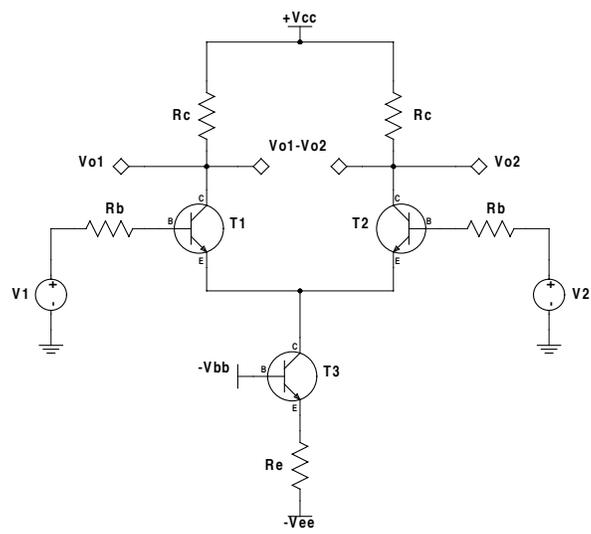

Figura 15: Amplificador diferencial con fuente de corriente.
2. Arme el circuito mostrado en el diagrama de la Figura 15, haciendo $V_2 = 0$ (es decir sustituya la fuente V_2 por una conexión a tierra).